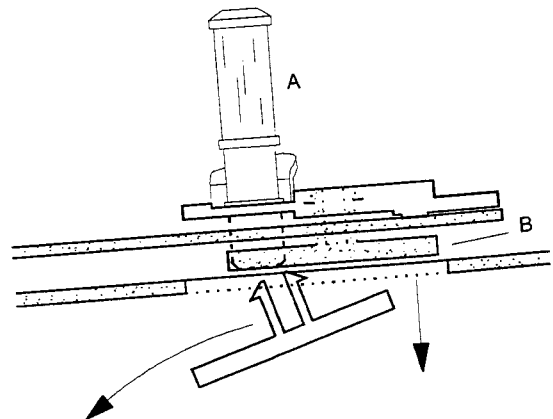

Fig. 15
- Mit einer Pinzette die beiden Schnapphaken zusammendrücken (Fig.14) und die Umlenkrolle A von der Platte B abnehmen (Fig.15).
- Einfädelarm links aus der Platte aushängen und diese durch die Ausnehmung im Chassis nach unten hin aus dem Laufwerk entfernen (Fig.15).